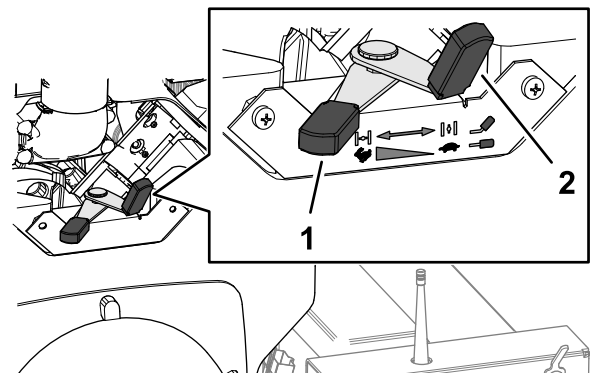

Figure 17
2. Avant de démarrer le moteur à froid, placez la commande du volet de départ (Figure 17) à la position EN SERVICE.